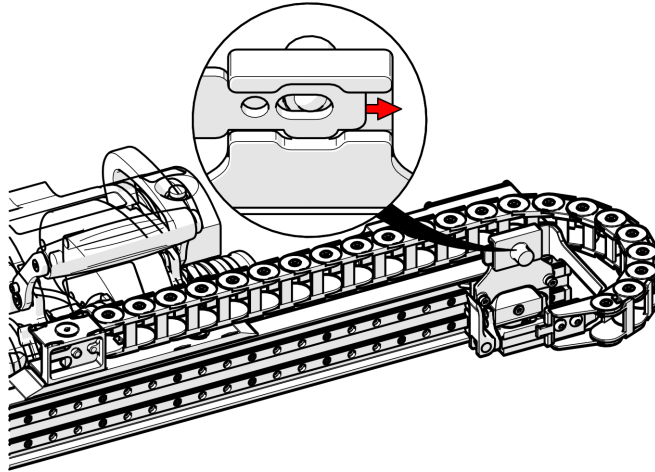

Abbildung 2-29 Schieben der Halterung auf den Wagen
3. Verschieben Sie die Kabelträgerhalterung, bis sie einrastet (siehe Abbildung 2-29 auf Seite 68).